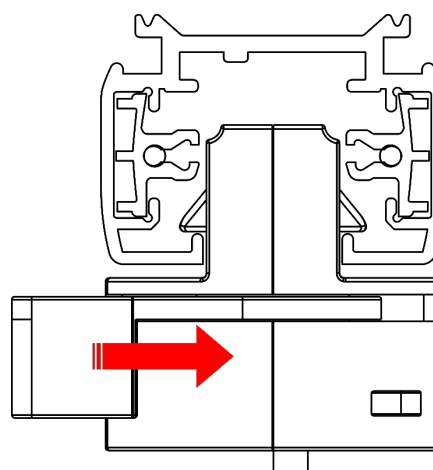

Fig. 08
- 03) Introduzca el **adaptador de carril (01)** en el carril y empújelo hasta que encaje en su lugar.
- 04) Mueva el **bloqueo de carril (06)** para bloquear el dispositivo en el carril, como se muestra en la Fig. 08.